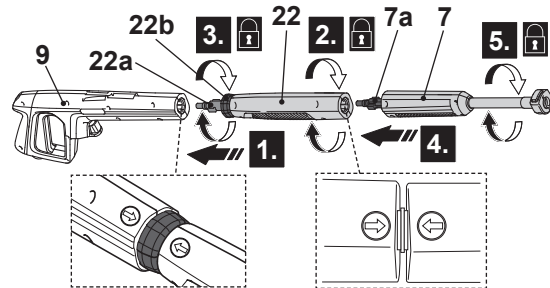

Fig. 11
1. Când folosiți peria de terasă, atașați întotdeauna lanca de extensie scurtă (22). Aliniați și introduceți limbile (22a) ale lancai de extensie scurtă (22) în canelurile portului de conectare al pistolului de pulverizare (9). (Fig. 11 pasul 1).